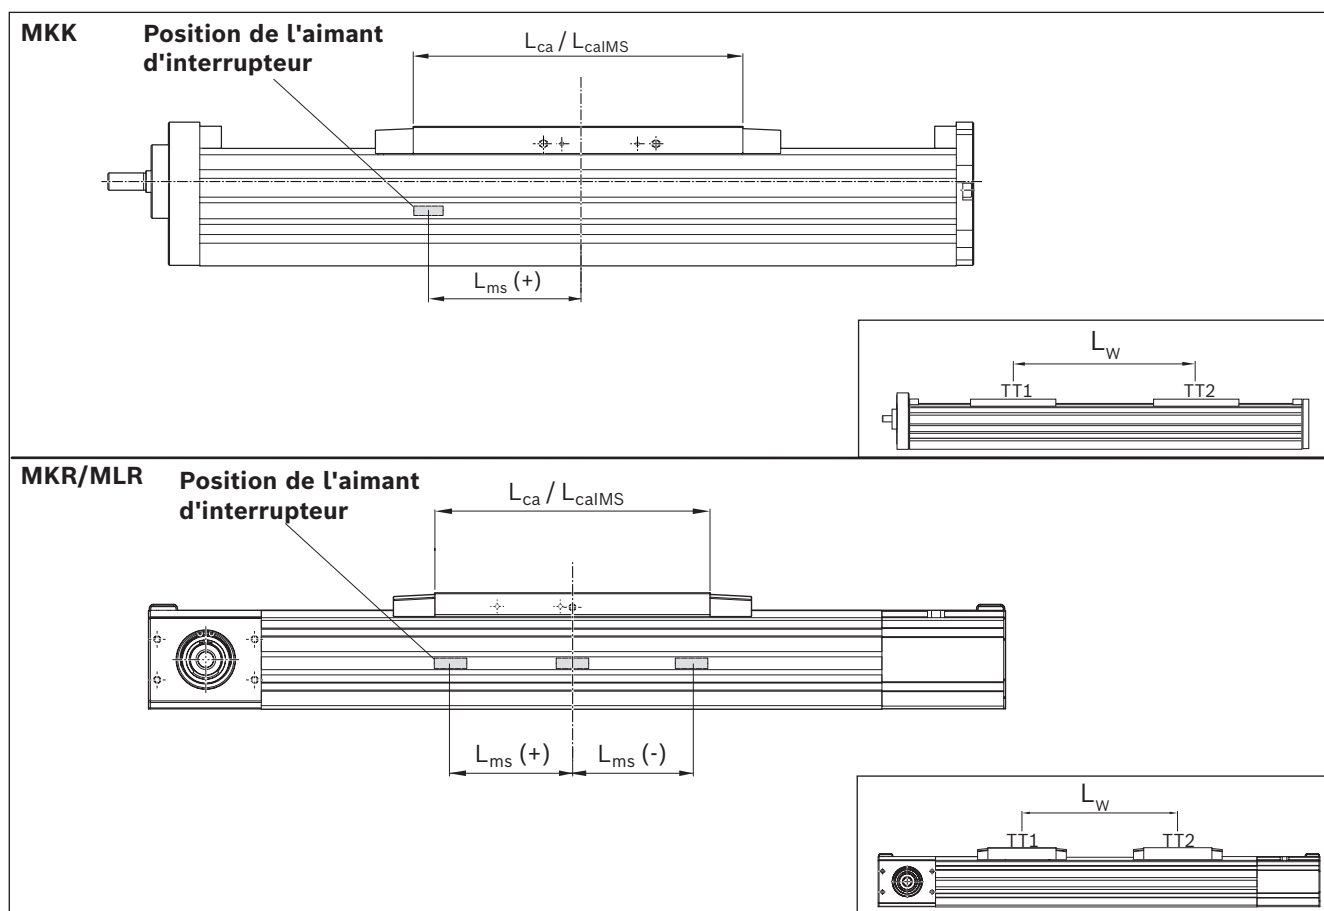

Fig. 22 : Position de l'aimant d'interrupteur pour le capteur magnétique
- L'actionneur (des deux côtés) est un aimant intégré au plateau (équerre de contact inutile). Dans le modèle avec deux plateaux, l'aimant d'interrupteur est toujours dans le plateau TT1. Les positions de commutation peuvent être réglées par la course. En cas de module linéaire MKR, l'aimant est intégré dans le sens + ou - ou au centre du plateau (en fonction de la taille, voir tableau 6 et Fig. 22).